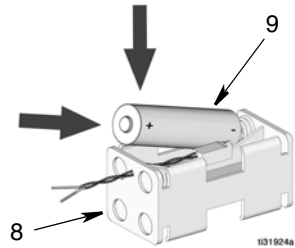

FIG. 10
3. Rimuovere tutte e quattro le batterie AA dal vano batterie (8). Smaltire le batterie in un contenitore approvato per lo smaltimento delle stesse.
4. Montare quattro batterie alcaline tipo AA (9) nel vano batterie (8) come mostrato in Fig. 10. Assicurarsi che le batterie nel vano siano in piano.